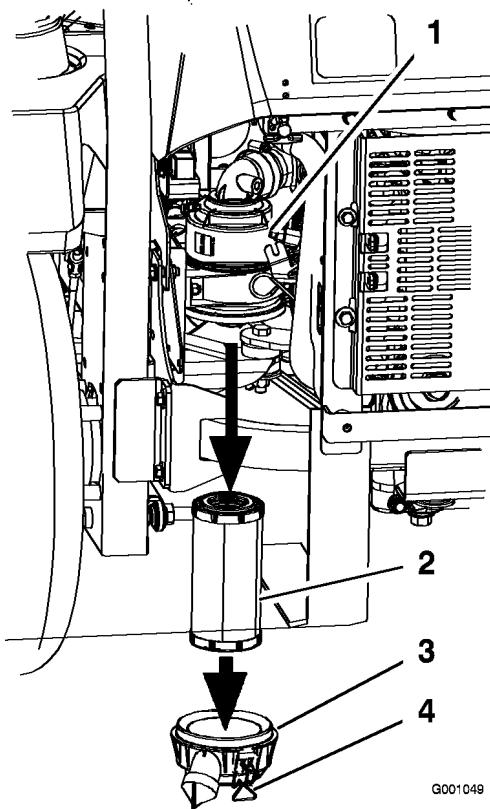

Figure 32
3. Ouvrez les dispositifs de verrouillage du filtre à air et enlevez le couvercle du corps du filtre (Figure 32).
5. Sortez l'élément filtrant du corps du filtre avec précaution (Figure 32). Évitez de cogner l'élément à l'intérieur du corps.